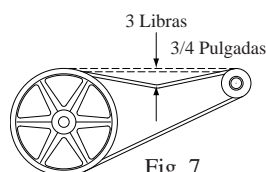

Fig. 7
• **Tensar la correa.** Afloje los pernos del motor y deslice el motor detrás hasta que la correa está tensada correctamente. Una fuerza de 3 libras debe desviar la correa 3/4 pulgadas (véase fig. 7). Reafloje los pernos del motor. **Nunca ajuste la polea para tensar la correa.**